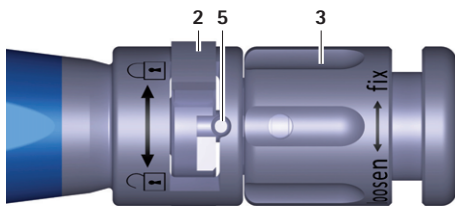

Fig. 4 Närbild av insättningsinstrumentet med fastspänt provimplantat/implantat
- Vrid vridmuttern **3** på insättningsinstrumentet **A** medurs (riktning "fixera") tills provimplantatet är fastspänt, se Fig. 4.